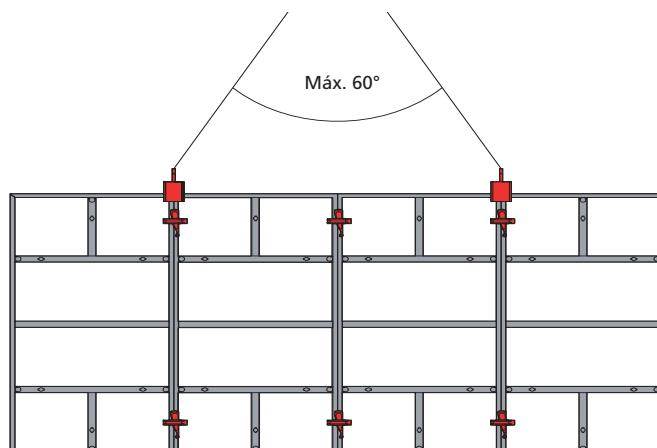

Fig. 16.5
- Cuando esté trasladando un grupo de paneles conectados entre sí, asegúrese de que cada gancho de grúa esté colocado en la junta del panel (Fig. 16.5). Esto evitará el desplazamiento de éste.